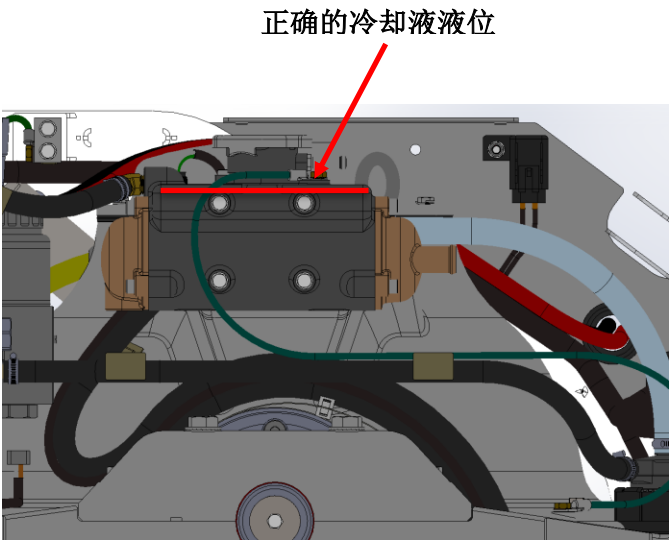

图 3 - SEAKEEPER 3 冷却液液位
- 3) 取下容箱顶部的压盖。倒入混合液，直至液位达到热交换器的顶面，如图 3 所示。加注容箱时，即使高于此液位，也不会造成任何损坏，但冷却液遇热会正常膨胀。因此，冷却液可能会从压盖下方的卸压口中排出。
- 液体在冷却液回路中循环时，再次检查乙二醇的液位。向下查看容器内部，检查冷却液液位是否高于容箱的高位端口，如图 3 所示。重新安装压盖。